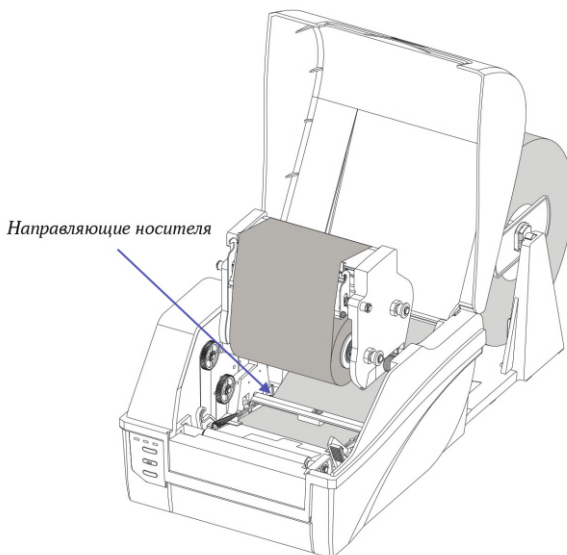

Рисунок 2-18 Заправка носителя
7. Сдвиньте направляющие носителя к краю носителя, следя за тем, чтобы носитель оставался плоским и располагался посередине отрывной планки. Это можно проверить с помощью линейки на отрывной планке. См. рисунок 2-18.